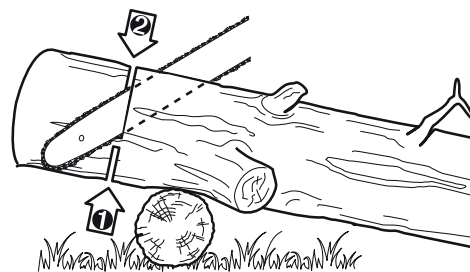

Fig. 39
- > Cuando el tronco se apoya en un extremo (Fig. 39), corte 1/3 del diámetro desde la parte inferior (corte ascendente). A continuación, haga el corte de acabado con un corte normal para llegar hasta donde quedó el primer corte.